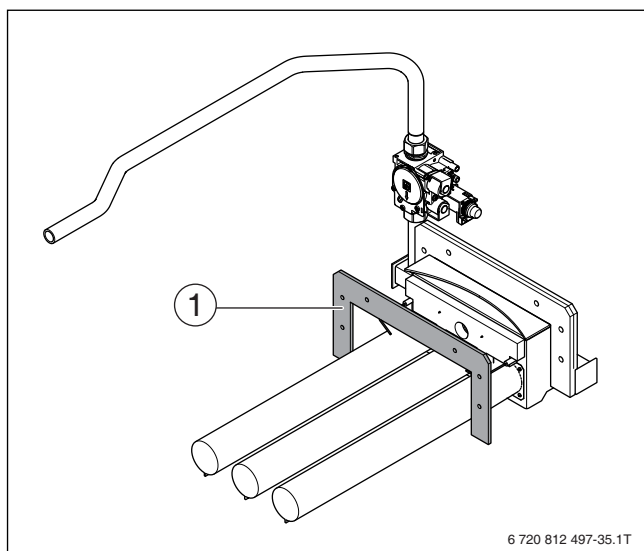

Рис. 39 Термоизоляция горелки
- ▶ Обеспечьте её правильную установку (→ рис. 39, стр. 34).